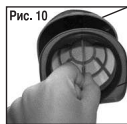

Рис. 10
2. Снимите фильтр пылесборника (Рис. 10)